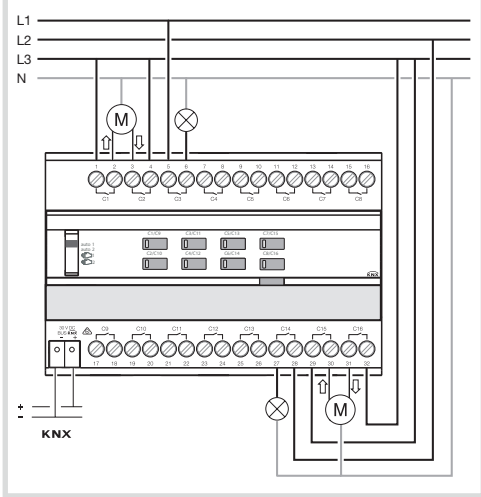

Figura 2: ligação do aparelho
- Ligar a carga às saídas do aparelho, de acordo com a figura (Figura 2).
- Ligar os accionamentos de acordo com a figura (Figura 2). Aqui, utilizar a mesma fase (condutor externo).